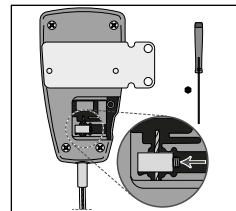

Fig. 6
5. Draai met de inbussleutel de zekeringsschroef van het kabel eindblokje twee á drie omwentelingen los en verwijder het blokje van de binnenkabel (**zie fig. 6**).